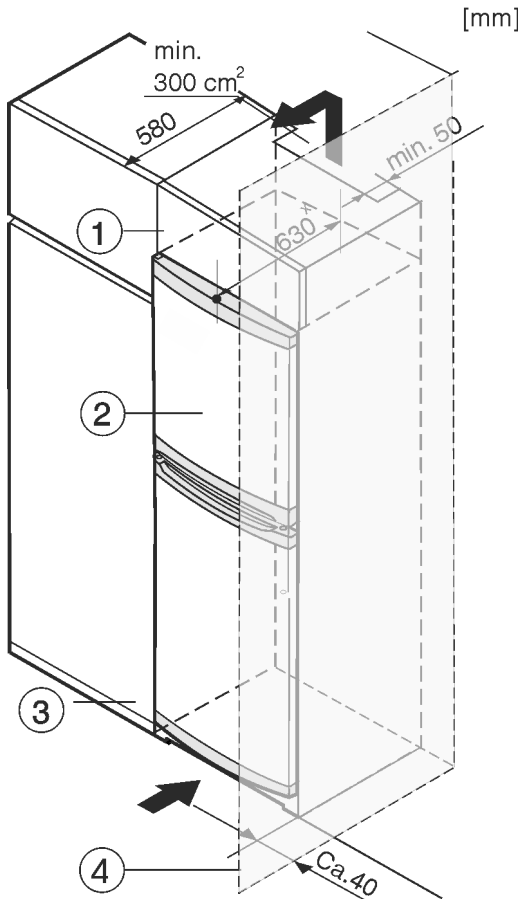

Fig. 8
- (1) Armario superior (3) Armario de cocina
(2) Aparato (4) Pared
El aparato se puede rodear de armarios de cocina. Para adaptar el aparato Fig. 8 (2) a la altura de la cocina, se puede instalar un armario Fig. 8 (1) correspondiente sobre el aparato.
Si la cocina posee armarios (profundidad máx. 580 mm), el electrodoméstico se puede colocar directamente junto al armario de cocina Fig. 8 (3). El electrodoméstico sobresale 34 mm * por los lados y 50 mm * por el centro respecto al frente del armario de cocina.
Si el electrodoméstico se instala con las bisagras junto a una pared Fig. 8 (4), la distancia entre el electrodoméstico y la pared debe ser como mínimo de 40 mm. Esto equivale al saliente del tirador con la puerta abierta.